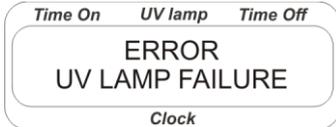

Fig. 6 Message de défaillance des lampes UV
- 4.12. Si le message ERROR UV LAMP FAILURE (Fig. 6) s'affiche sur l'écran, alors la lampe (ou les lampes) ne fonctionne pas. Il faut remplacer la lampe UV (suivez les instructions données dans le paragraphe 6.7 Entretien technique).